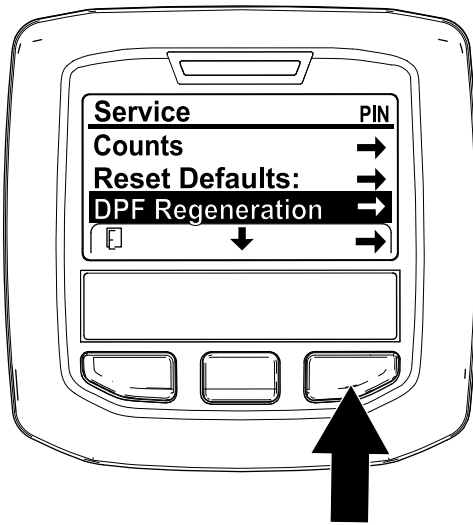

図 36
1. 整備 Serviceメニューから、中央ボタンで下へスクロールして DPF REGENERATIONメニューに入る 図 36。
2. 右側のボタンで DPF Regeneration再生に入る 図 36。